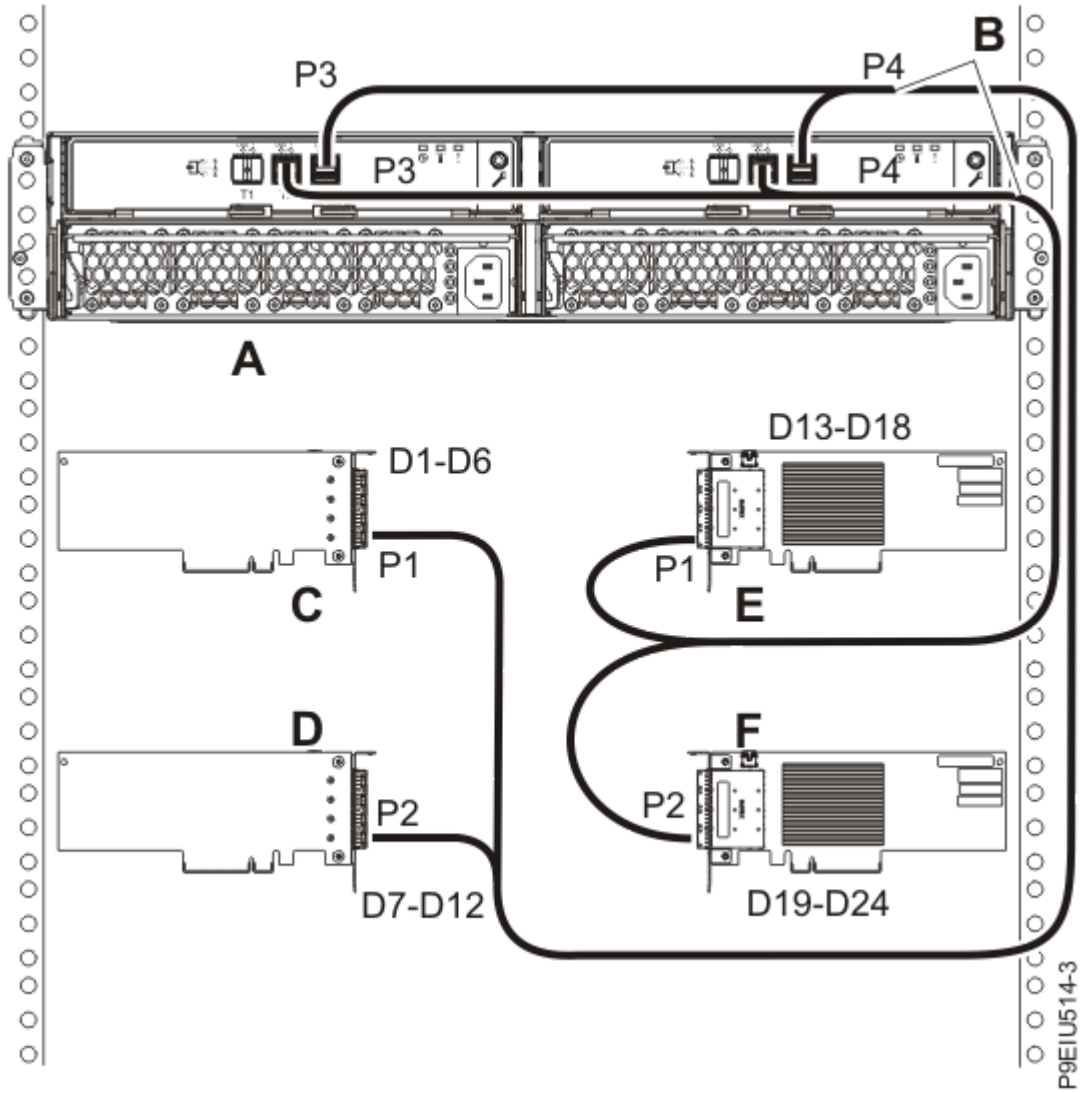

Abbildung 23. Modus 4-Anschluss einer ESLS-Speichergehäuse mit X12-Kabeln an vier unabhängige SAS-Adapter (FC EJ0J oder FC EJ0M)
23. Schließen Sie ein Gehäuse (A) im Modus 4 mit X12-Kabeln (B) an vier unabhängige SAS-Adapter (FC EJ0J oder FC EJ0M) an, wie in Abbildung 23 auf Seite 28 dargestellt. Fahren Sie anschließend mit „Kabel und Netzkabel anschließen und Abdeckungen installieren“ auf Seite 29 fort.